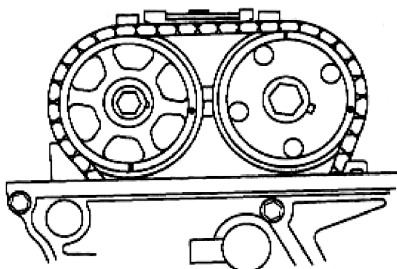

图 2-44 顺时针转动曲轴
7) 将曲轴顺时针旋转 180° (凸轮轴链轮转动 90°), 见图 2-44。